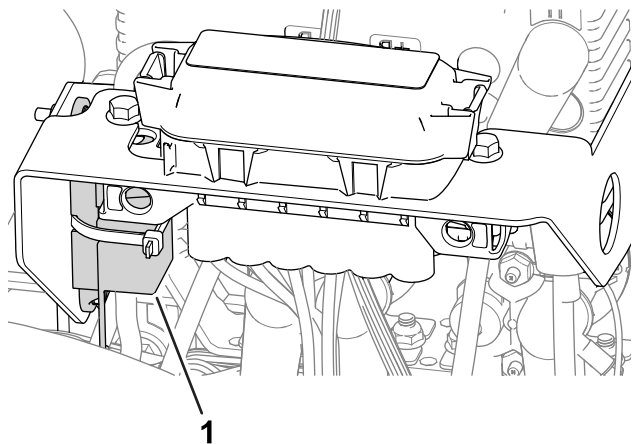

図 53
- 左ホイールモータのヒューズ60 Aは、マシン左側のカバーの下、リール駆動回路用ヒューズの近くにありません 図 53。